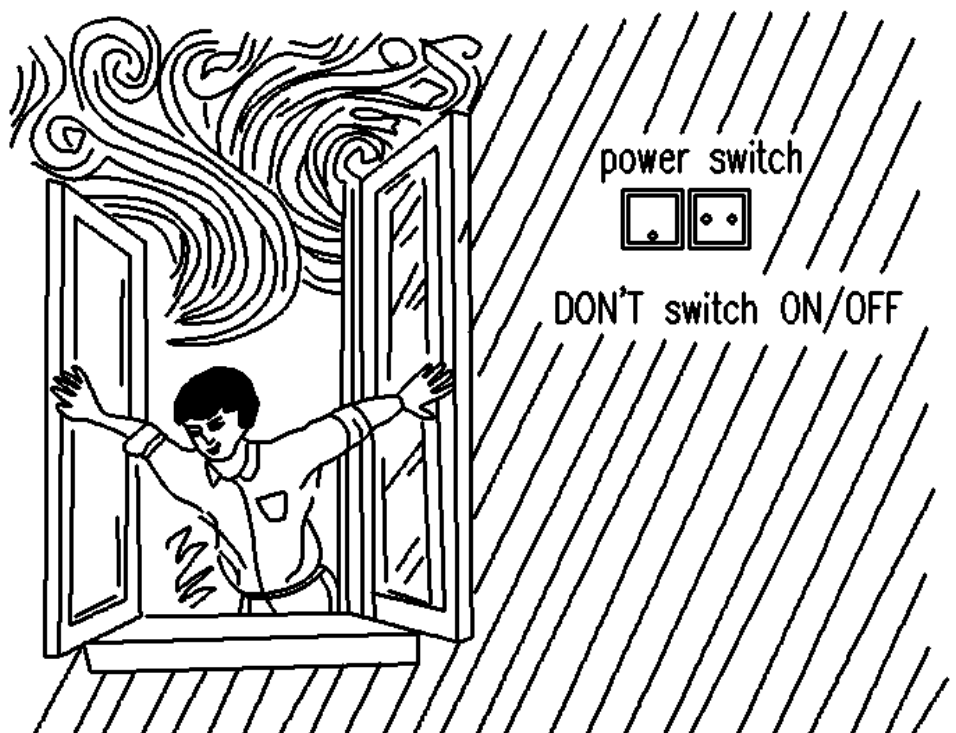

Fig.11
- Em caso de vazamento de gás, desligue o suprimento de gás e abra as janelas imediatamente e com cuidado. Ações como ignição, ligar / desligar a energia elétrica são estritamente proibidas para evitar explosão e incêndio (Fig.11).